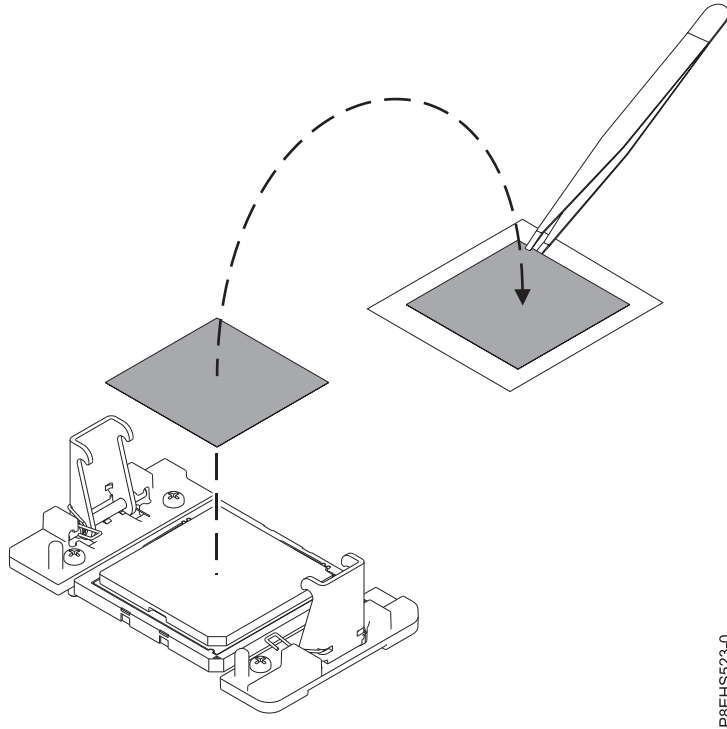

Figure 90. Retrait du matériau d'interface thermique gris du processeur
4. Si le système utilise le matériau d'interface thermique gris, retirez-le du processeur à l'aide de la pince à épiler et placez-le sur une surface propre et sèche. Voir la figure 90, à la page 91. Le système peut utiliser deux types de matériau d'interface thermique. L'un d'eux est de couleur argenté avec des coins biseautés et reste généralement collé au dissipateur thermique. L'autre est gris à coins carrés et ne colle pas. Il doit être retiré avant que le processeur ne soit lui-même retiré.